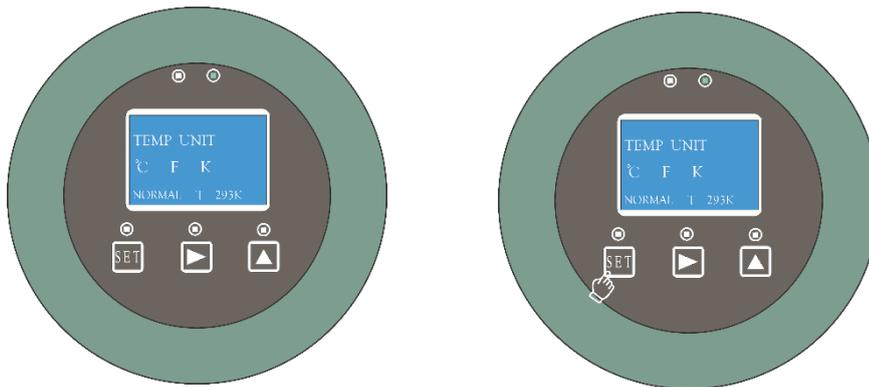

Figura 2.7 – Configuración de unidad de temperatura
La pantalla siguiente nos mostrará la configuración de unidad de temperatura, donde podremos seleccionar las unidades de grados Centígrados (C), Fahrenheit (F) y Kelvin (K). Esto se observa en la Figura 2.7.